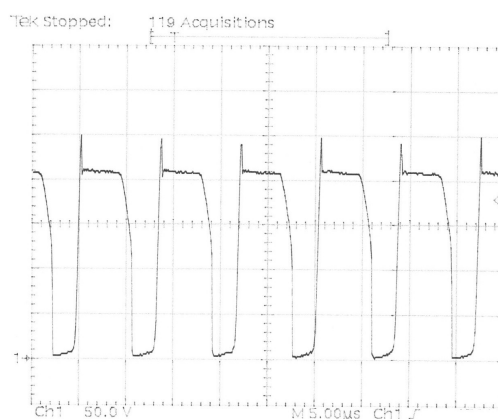

Figura E-2
– A continuación, se instala un osciloscopio y se verifica el funcionamiento circuito primario del transformador de la fuente en la Tarjeta Base (ver Figura E-2).